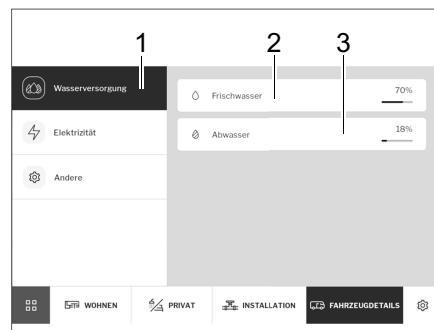

Fig. 284 Alimentation en eau
- Appuyer sur la touche *Alimentation en eau* (Fig. 284,1). Les niveaux de remplissage du module d'eau fraîche (Fig. 284,2) et du réservoir d'eaux usées (Fig. 284,3) sont affichés en %.